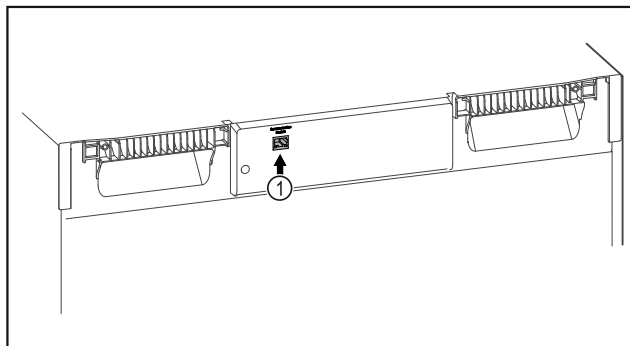

Fig. 82
- SmartModule Fig. 82 (1) 已使用。